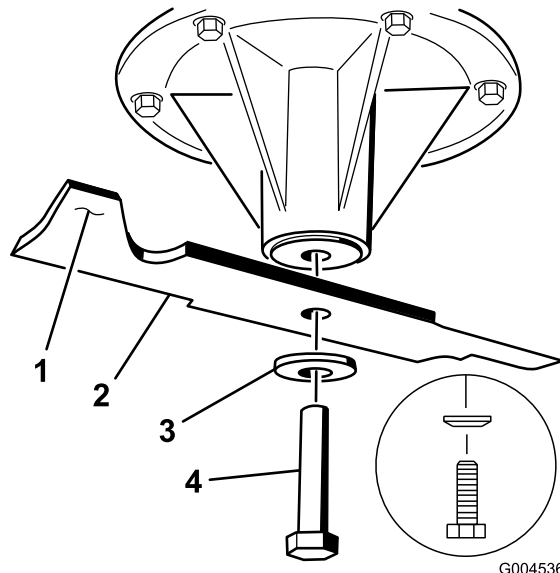

Figure 105
1. Placez la lame sur l'axe (Figure 105).
2. Installez la rondelle élastique et le boulon de la lame (Figure 105).
Remarque: Le cône de la rondelle élastique doit être dirigé vers la tête du boulon (Figure 105).